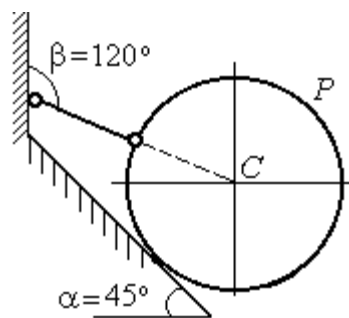

Рис. 1.7. Равновесие шара
**Задача 1.** Каток весом 20 кН удерживается на гладкой наклонной плоскости тросом, который одним концом закреплён на поверхности шара, а другим – на вертикальной стене (рис. 1.7). Угол наклона троса к вертикальной стене  $\beta = 120^\circ$ . Угол наклона плоскости к горизонту  $\alpha = 45^\circ$ . Определить силу давления катка на плоскость и натяжение троса.